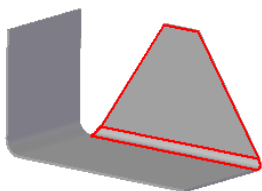

图 3.6.21 弯边特征 1
(5) 定义轮廓弯边属性及参数。单击“轮廓弯边选项”按钮, 取消选中 ☐ 使用默认值 U 复选框, 在其 **折弯半径 (R)** 文本框中输入值 5.0, 然后单击 **确定** 按钮。
(6) 单击 **完成** 按钮, 完成特征的创建。
Step3. 创建图 3.6.21 所示的弯边特征 1。
(3) 定义弯边类型。在命令条中单击“完全宽度”按钮; 在 **距离** 文本框中输入值 44, 在 **角度** 文本框中输入值 90, 然后单击“内部尺寸标注”按钮和“外侧折弯”按钮; 调整弯边侧方向向上, 如图 3.6.21 所示。